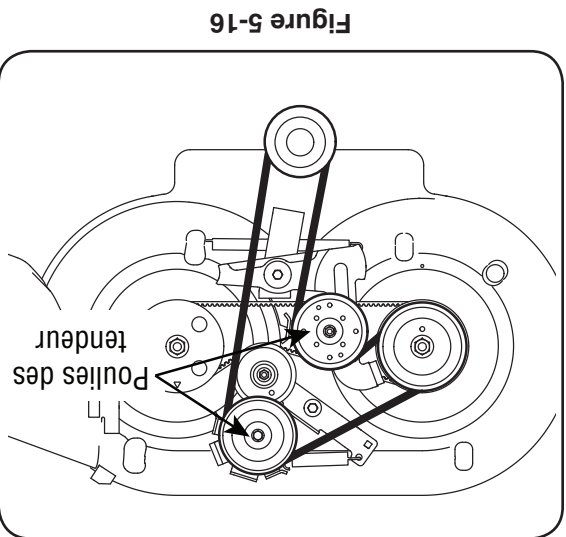

Figure 5-16
- Desserrez l'écrou et le boulon qui maintiennent chaque poulie de tension, mais ne les enlevez pas. Voir la Figure 5-16.
- Acheminez la courroie neuve de la façon illustrée à la Figure 5-16.